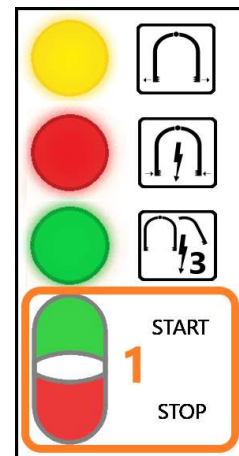

Fig. 6 VBE-M.
2. Après environ 10 secondes, allumez le **VBE-M** en appuyant le bouton **DÉMARRER** (**Fig. 6 pos. 1**) - l'appareil passera automatiquement à *mode veille*;